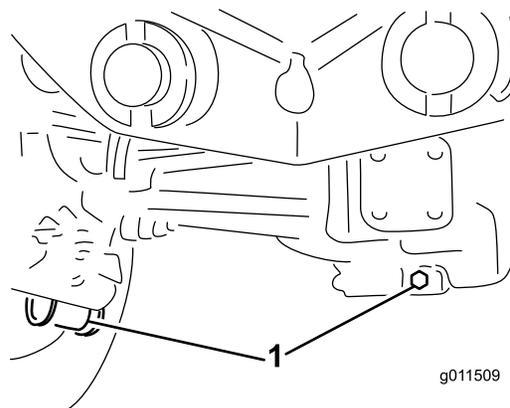

Рисунок 93
2. Очистите область вокруг трех сливных пробок, по одной на каждом конце и одной в центре (Рисунок 93).